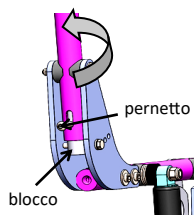

fig. 18: montante schienale
- **Montanti schienale: inserimento/disinserimento** (fig. 18)